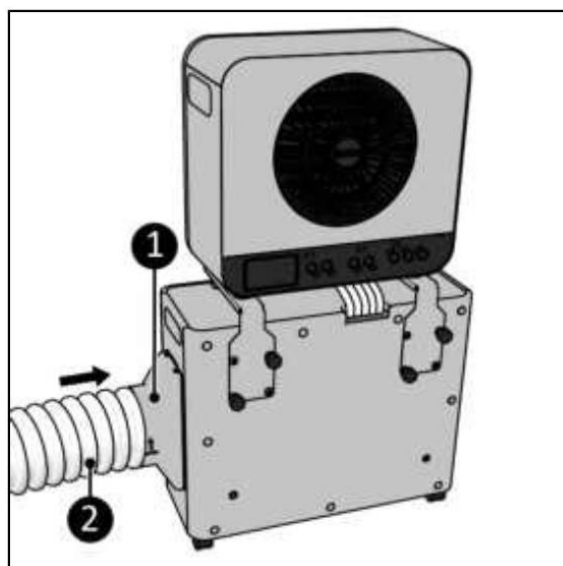

Figura 37
9. Conectați adaptorul (Figura 37, poz. 1) la partea laterală a unității exterioare (Figura 37, poz. 1).
10. Extindeți ușor furtunul de evacuare a aerului cald (Figura 37, articolul 2) la un capăt și înșurubați-l (în sens invers acelor de ceasornic) pe adaptor.
3. Adaptor (Figura 37, articolul 1) și furtunul de evacuare a aerului cald (Figura 37, poz. 2) trebuie conectat la partea laterală a unității exterioare